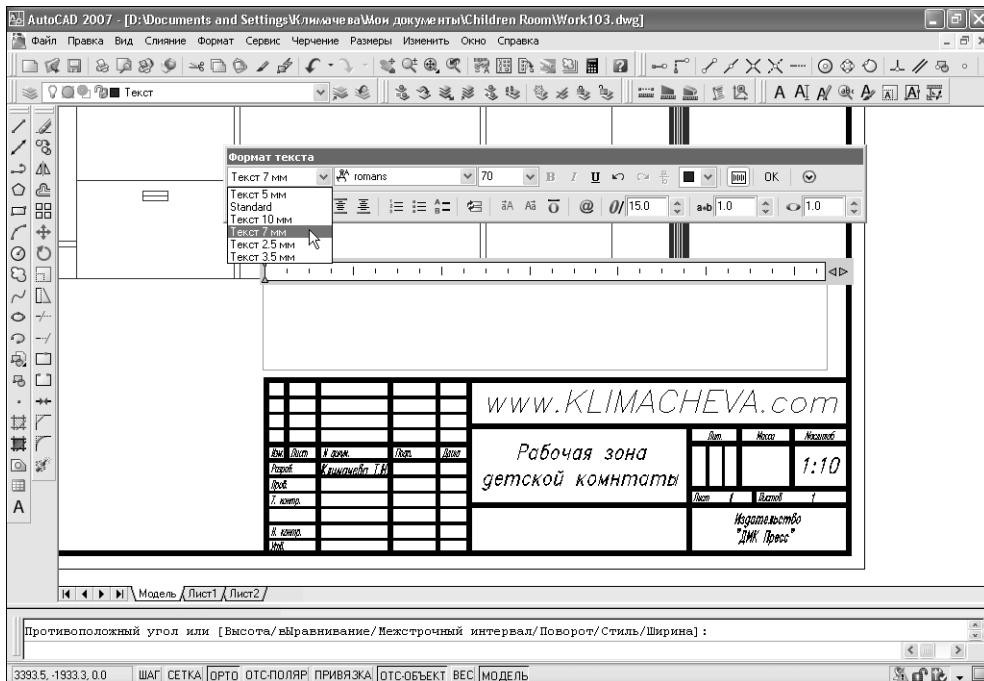

Рис. 10.32 ▼ Выбор стиля в режиме редактирования многострочного текста
- AutoCAD создаст многострочный текстовый объект и автоматически переключится в режим редактирования текста. Если вы имеете хотя бы минимальный опыт работы с текстовыми редакторами, вы легко разберетесь во всех элементах управления этого режима. Выберите из списка стилей текстовый стиль **Текст 7 мм** (рис. 10.32) и наберите следующий текст, нажимая **Enter** в конце каждой строки.